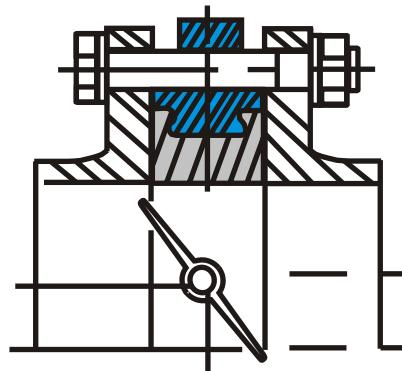

Рис. 6
- Затяжка болтов на межфланцевых соединениях должна быть равномерной по всему периметру. Медленно закройте и откройте дисковый поворотный затвор. Если установка затвора была проведена правильно, затвор должен свободно открываться и закрываться (рис. 6).